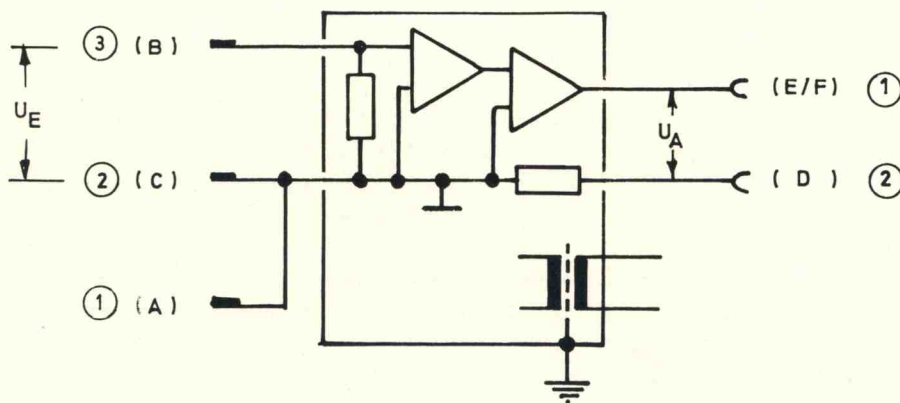

Bild 8
6.2. Asymmetrischer Eingang, potentialfrei (angewendet im Verstärker M07632-A4, Bild 8)